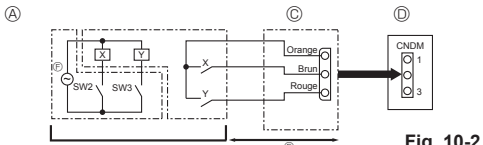

Fig. 10-2
10.2. Fonctions spéciales (modification sur site) (Fig. 10-2)